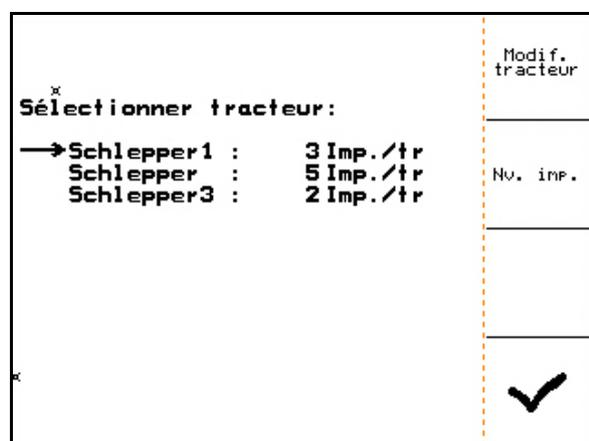

Fig. 41
2.  Sélectionnez le tracteur (Fig. 41/1).